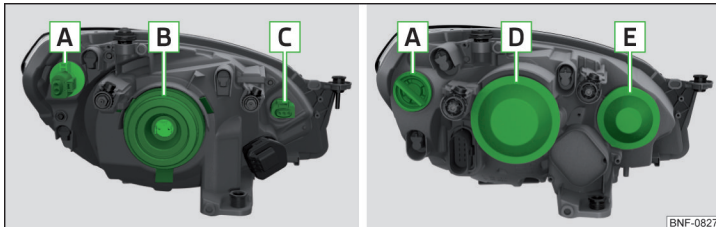
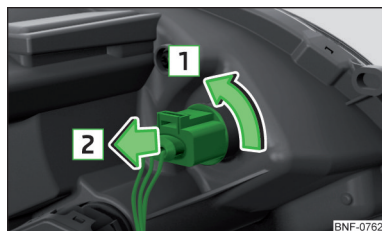

Fig. 173 Forlygter: Type 1 / Type 2
Fig. 175
## Placering af pærer » Fig. 173
- › Drej fatningen med pæren **C** » Fig. 173 på side 135 helt i pilens retning **1** » Fig. 175.
- › Tag beskyttelseskappen **D** eller **E** » Fig. 173 på side 135 af.
› Sæt beskyttelseskappen **D** eller **E** » Fig. 173 på side 135 på.